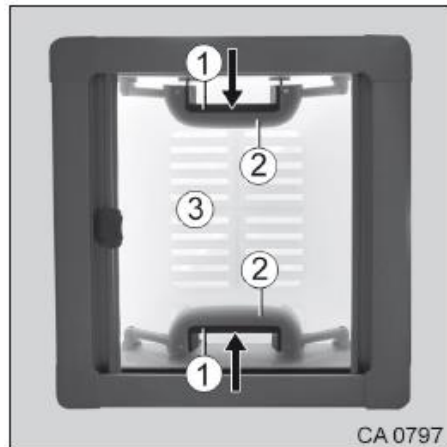

Fig. 66 Lanterneau manipulable à deux mains
1. Comprimer la partie mobile de la poignée (Fig. 66/1) et la partie fixe de la poignée (Fig. 66/2).
2. Pousser simultanément la poignée vers le haut pour amener le lanterneau (Fig. 66/3) sur la position d'ouverture souhaitée.
2. Tirer simultanément sur la poignée vers le bas pour fermer le lanterneau (Fig. 66/3).